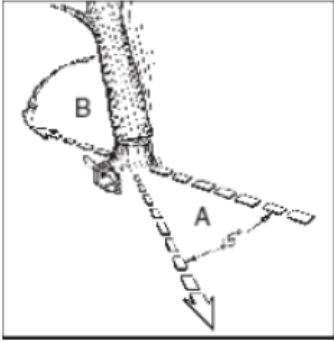

Fig 10a
Attention : Avant de commencer la coupe, il faut prévoir et dégager une voie d'évacuation (A). La voie d'évacuation doit se prolonger vers l'arrière et en diagonale, dans le sens opposé à la chute, comme sur la Fig. 10a.
**AVERTISSEMENT :** Lorsque la ligne d'abattage s'approche de la charnière, l'arbre doit commencer à tomber. Lorsque l'arbre commence à tomber, retirez la scie de la ligne d'abattage, arrêtez le moteur, posez la tronçonneuse et quittez la zone par la voie d'évacuation (Fig. 10a).